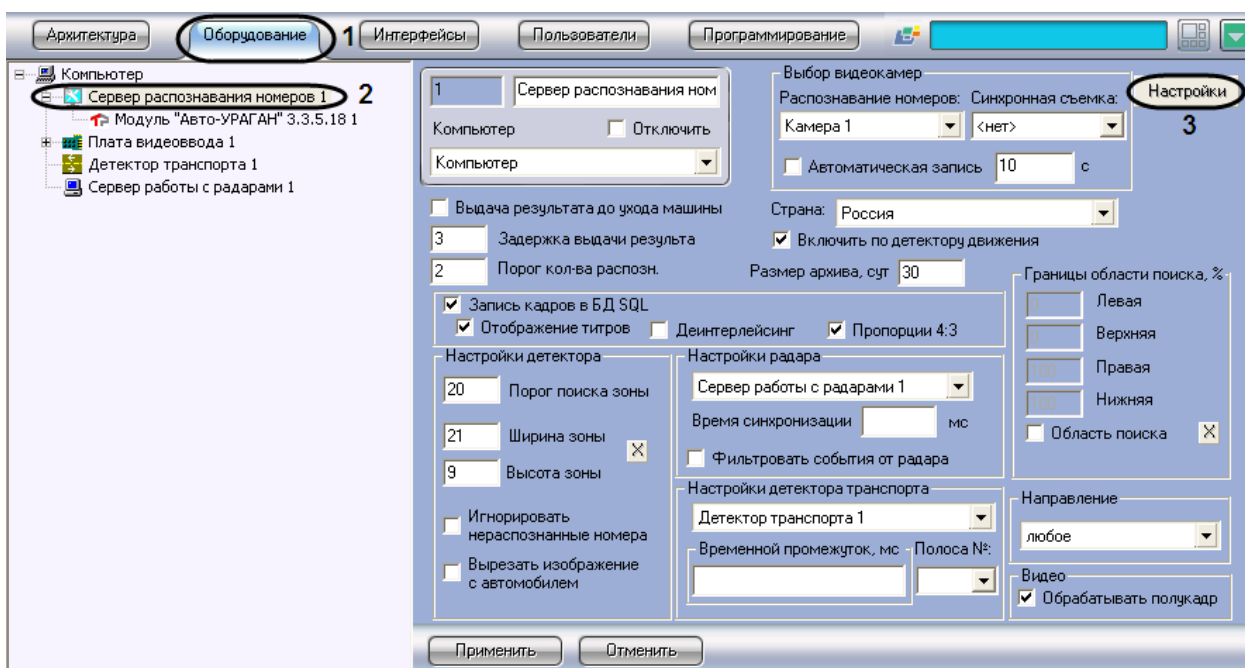

Рис. 7.2-8. Доступ к параметрам цифровой подписи
1. В диалоговом окне «Настройка системы» перейти на вкладку «Оборудование» (Рис. 7.2-8, 1).
2. В дереве объектов на вкладке «Оборудование» выбрать объект «Сервер распознавания номеров», соответствующий активированному программному модулю «Авто-УРАГАН 3.3.5.18» (см. раздел «Активация программного модуля, используемого для распознавания номеров», Рис. 7.2-8, 2). В правой части вкладки «Оборудование» отобразится панель настройки выбранного объекта.
3. Нажать кнопку «Настройка» (см. Рис. 7.2-8, 3).